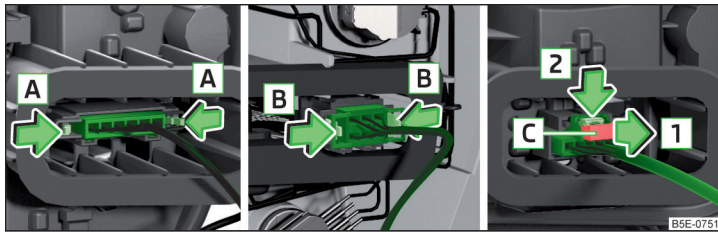

Abb. 363 Steckerabziehvarianten
Der Steckertyp variiert je nach Fahrzeugausführung » Abb. 363.
- Beim Stecker mit ausziehbarer Sicherungslasche diese entgegen der Pfeilrichtung **1** sichern » Abb. 363.